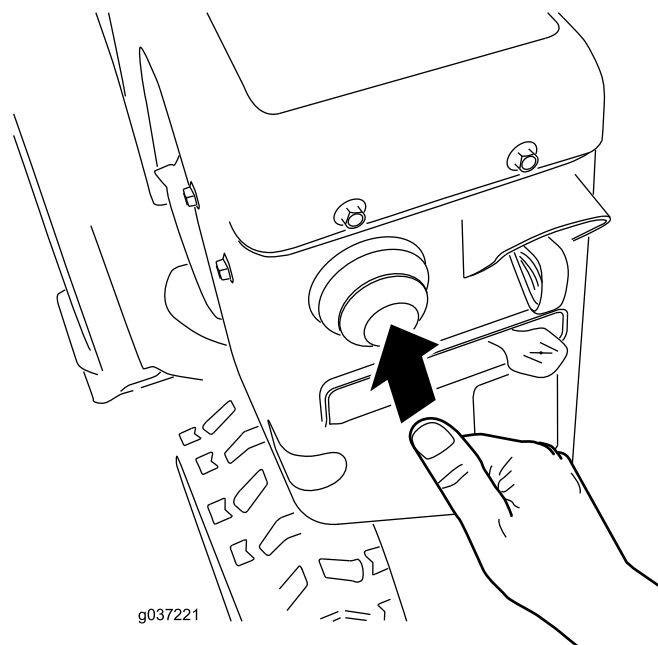

Figura 26
4. Spingete con forza l'iniettore con il pollice, come indicato nella tabella seguente, tenendolo premuto per un secondo prima di rilasciarlo ogni volta (Figura 26).